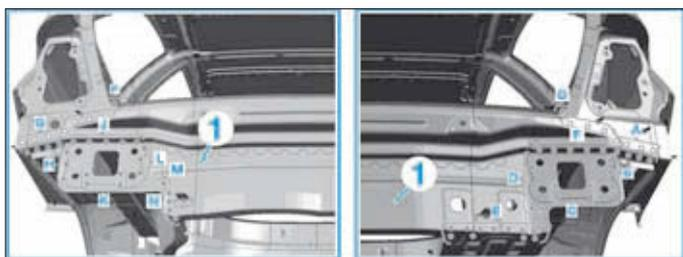
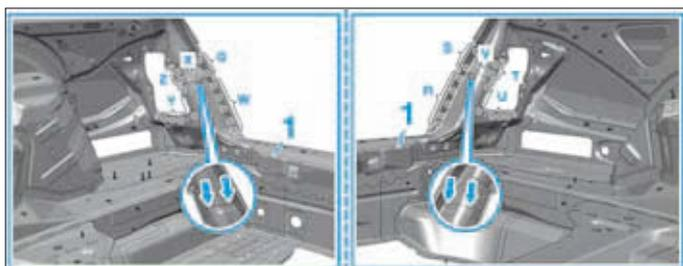

FIG. 173
FIG. 174
- Dépointer et fraiser les points de soudure sur la jupe arrière (1) dans les zones (A jusqu'à Z) (Fig.173) et (Fig.174).